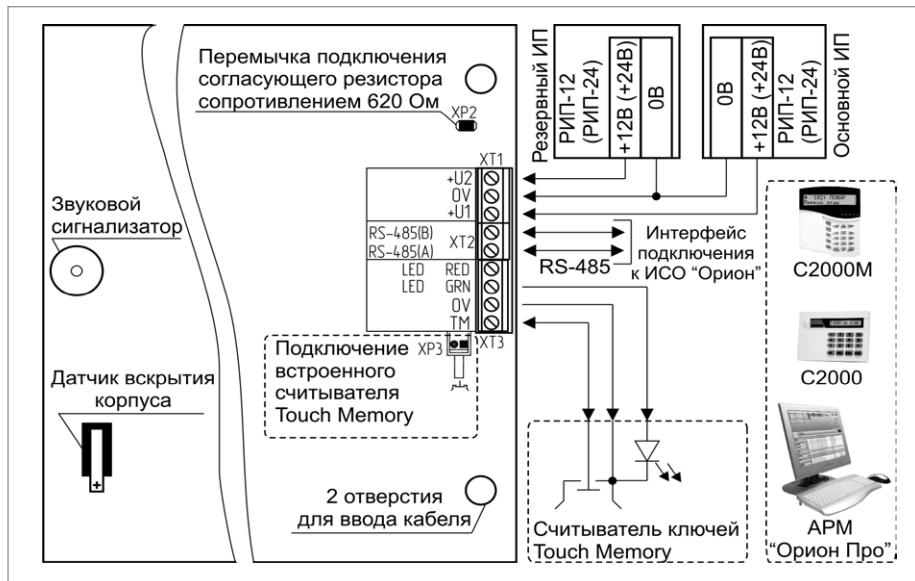

Рисунок 3. Схема внешних соединений блока «C2000-БИ исп.02»
- Подключение соединительных линий выполняйте в соответствии с проектной документацией и схемой на рис. 3.
- Подключите к клеммам «RS-485 (A)» и «RS-485 (B)» линии интерфейса RS-485 в соответствии с рекомендациями параграфа «Подключение линий интерфейса RS 485» (стр. 40).